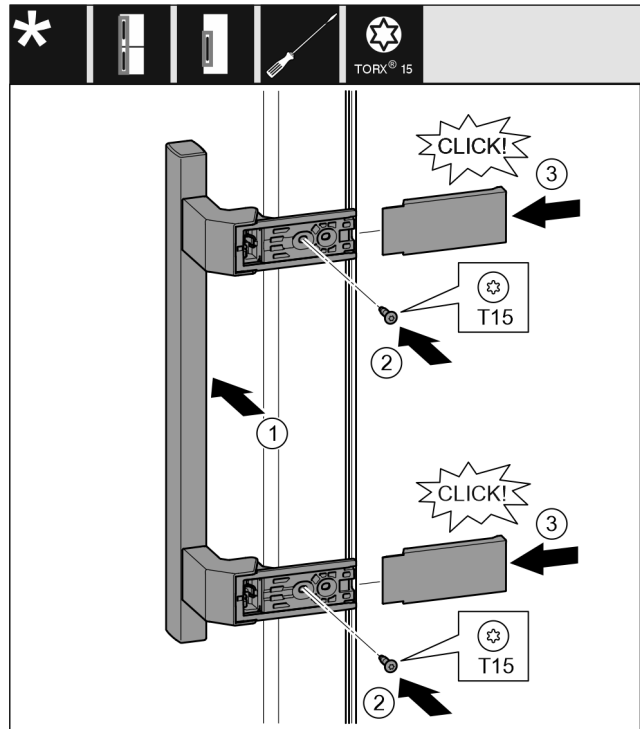

Fig. 15
- Indsæt grebet på den modsatte side. Fig. 15 (1)
- Skru skruerne fast med en T15-skruestrækker. Fig. 15 (2)
- Sæt sideafdækningerne på i siden, og skub dem på plads. Fig. 15 (3)